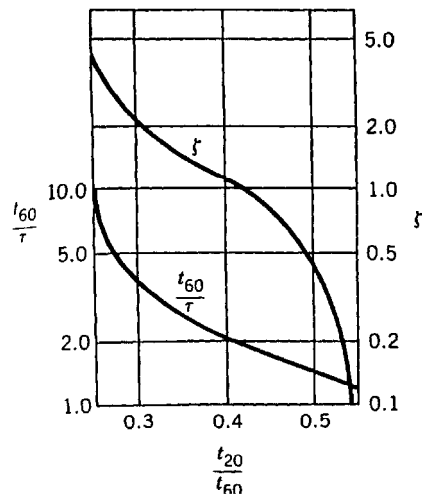

Figure 7.7. Smith's method: relationship of ζ and τ to t_{20} and t_{60} .
2. Determine ζ e t_{60}/τ da Fig. 7.7.
3. Determine t_{60}/t da Fig. 7.7 e calcule t (dado que t_{60} é conhecido).